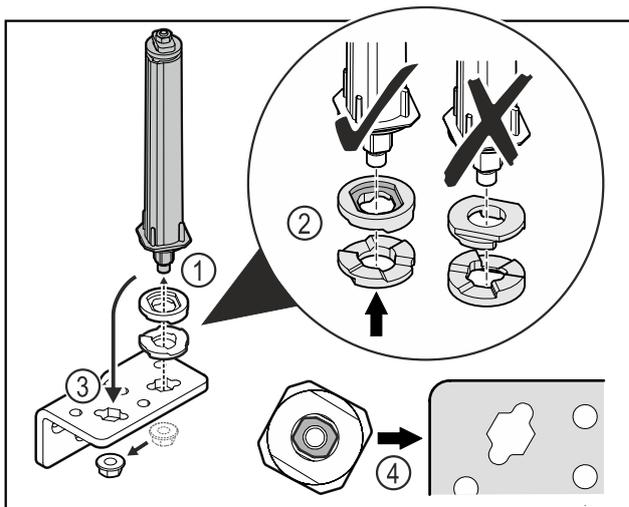

Fig. 47
- ▶ Lironi dadon dhe hiqni sistemin e mbylljes së derës Fig. 47 (1).
- ▶ Bëni kujdes për orientimin e saktë të rondelave të rregullimit të lartësisë Fig. 47 (2).
- ▶ Ktheni sistemin e mbylljes së derës në profilin e menteshës në anën tjetër dhe shtërngojeni atë me dado Fig. 47 (3).
- ▶ Gjatë vendosjes, bëni kujdes për orientimin e saktë të sistemit të mbylljes së derës Fig. 47 (4).